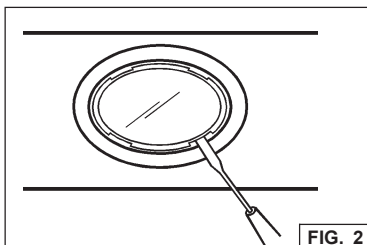

FIG. 2
1. Soulever en levier le couvercle depuis les fentes appropriées. Fig. 2.